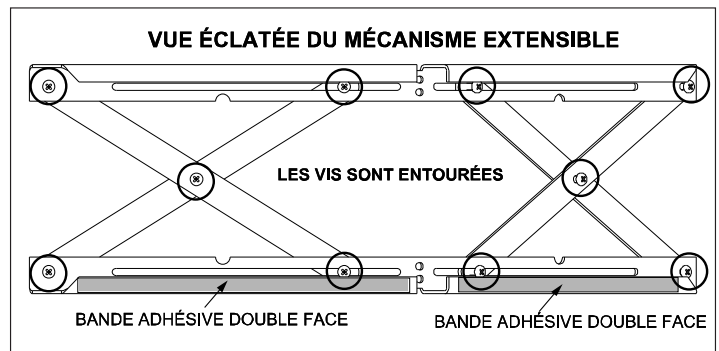

Figure 24.1
1. Les 10 vis de chaque mécanisme extensible sont fournies desserrées. **Figure 24.1.**